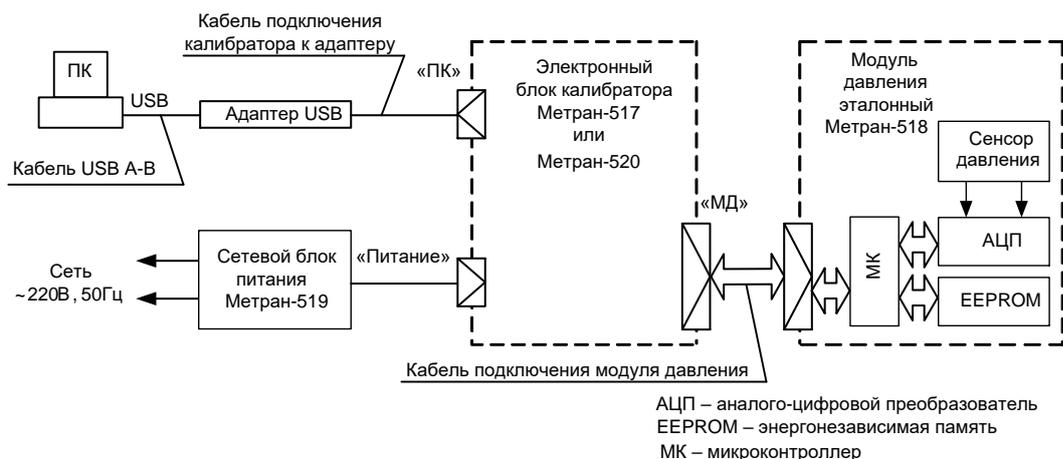

Рисунок 1 – Схема подключения модуля давления при работе в составе калибратора
1.4.1 Устройство модуля давления и подключение к калибратору и ПК см. рис. 1 и 2.